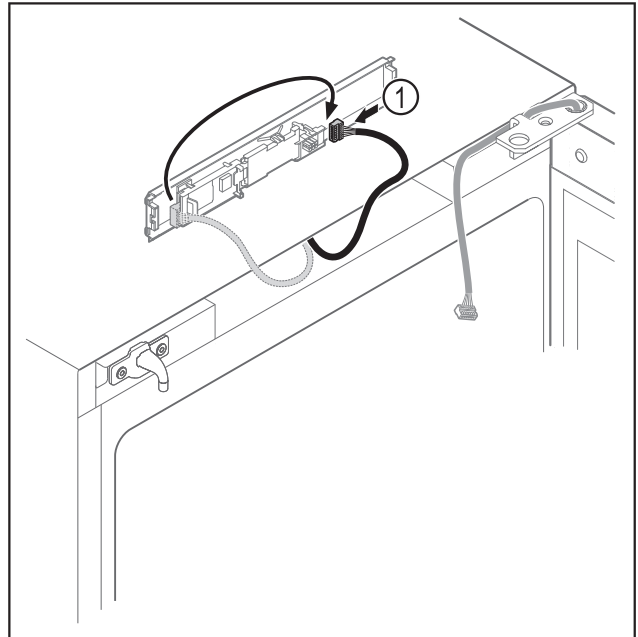

Fig. 5
- ▶ Dugja át a dugót Fig. 5 (1) a NYÁK-ba.